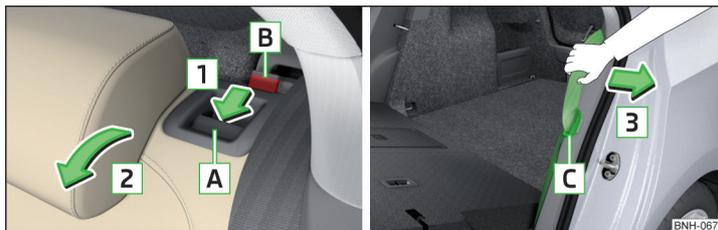

Fig. 69 Abatir el respaldo / Posición de reserva del cinturón de seguridad
- Introduzca la lengüeta de cierre del cinturón de seguridad **C** en el orificio situado en el revestimiento lateral del vehículo. Posición de reserva » fig. 69.
- Tirar el cinturón externo de seguridad **C** hacia el revestimiento lateral en el sentido de la flecha **3** » fig. 69.